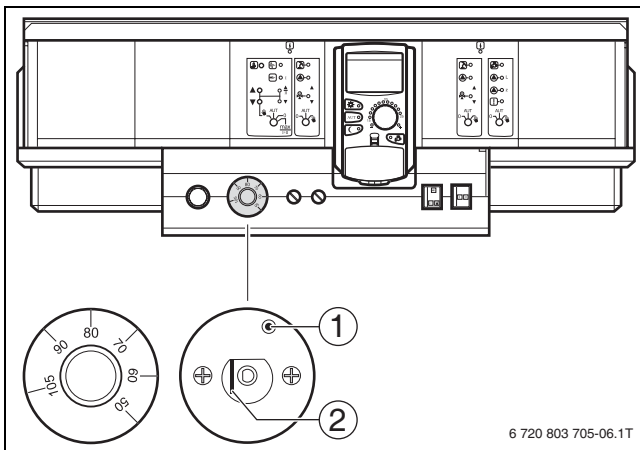

Bild 15 Sicherheitstemperaturbegrenzer auslösen
- ▶ Je nach Reglertyp Hebel oder Taste (→ Bild 15) mit einem Schraubendreher o.ä. nach hinten drücken und so lange halten, bis der STB auslöst.
- ▶ Je nach Reglertyp Hebel oder Taste (→ Bild 15) loslassen.